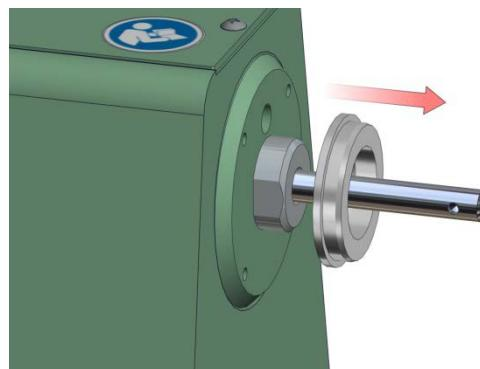

Abbildung 4.9.5
5. Schieben Sie den Montagering (Pos. 7, Abbildung 7.4) aus der Spindelführung und über die Spindel. Siehe nachfolgende Abbildung 4.9.5.